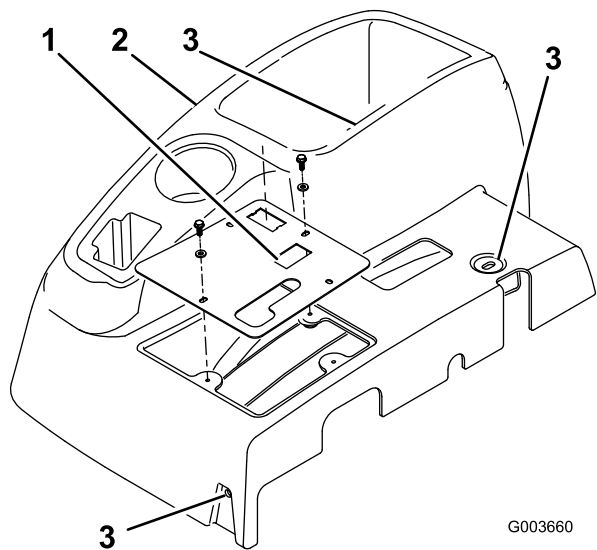

Рисунок 1
3. Снимите 4 шайбы и болты, которые крепят панель управления к консоли (Рисунок 1). Выньте провод из счетчика моточасов. Снимите панель доступа (рис. 1).
4. Снимите 3 болта крепления консоли к раме (Рисунок 1). Снимите консоль, осторожно приподняв нижний край консоли вокруг опорного кронштейна и подняв ее вверх позади ручки тормоза.